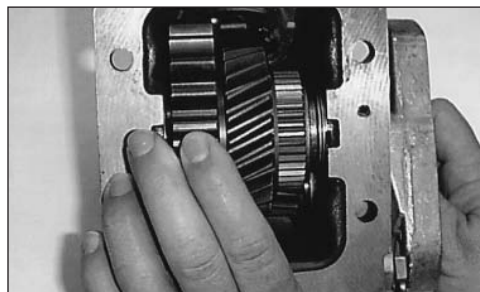

Fig. 4
3. Balance a roda motriz acionadora da TDF na transmissão (Fig. 3) e a roda motriz acionada no conjunto da TDF (Fig. 4) com a mão. O balanço das rodas motrizes fornece dois fatores importantes: